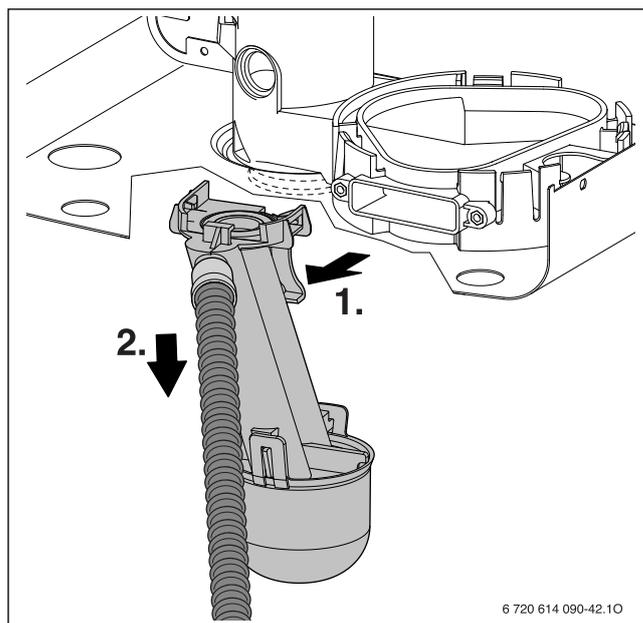

Fig. 57
- ▶ Démontez le siphon des condensats (→ fig. 57) et placez un récipient approprié en dessous.